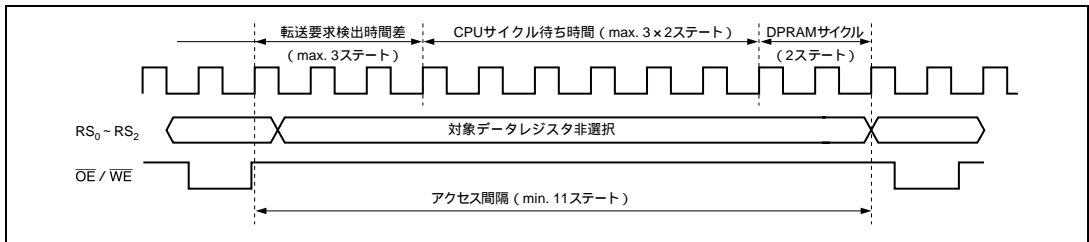

図 5.32 キュアリバッファ動作 アドレスライト データリードアクセス間隔
- キュアリバッファ動作アドレスライト データリードアクセス間隔 : 11 ステート (図 5.32 参照)